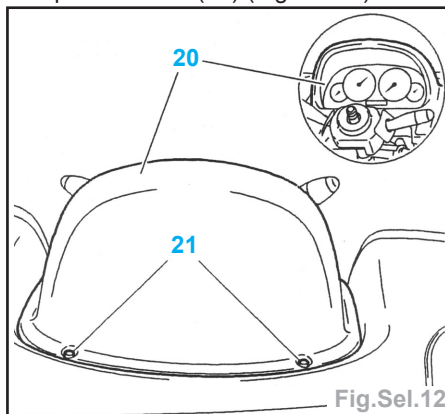

Fig.Sel.12
- Déposer la partie inf. D de la planche de bord (18).
- Déposer les vis (21) (Fig.Sel.12).